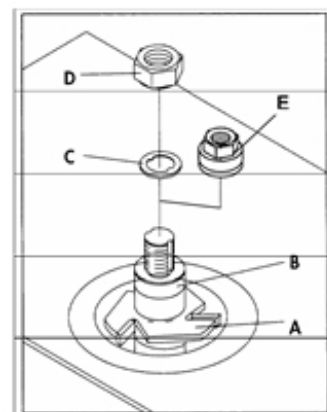

Рис. 3.22
2. Установите фрезерный инструмент (A) и прижимные кольца (B) на шпиндель, как показано на Рис. 3.22.
3. Установите стопорное кольцо (C) и закрутите гайку (D), используя прилагаемый ключ, и выключите блокировку шпинделя. Или затяните стопорную гайку/шайбу (E), используя прилагаемый ключ, и выключите блокировку шпинделя.
«ПРЕДУПРЕЖДЕНИЕ» Всегда помещайте стопорную шайбу (C) Рис. 3.22 на шпиндель перед закручиванием гайки (D). Стопорная шайба (C) предотвращает ослабление гайки (D) при вращении шпинделя против часовой стрелки.